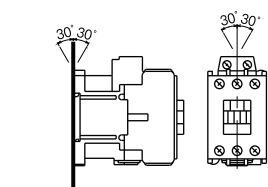

Fig.1
- (1) 湿気、じんあい、振動の少ない所に設置してください。
- (2) 垂直面に取付けてください。許容傾斜角度は30° 以内です。(Fig.1)
- (3) レール取付けは、IEC60715の35mm幅支持レールに取付けできます。
The product must not incline more than 30°. (Fig.1)